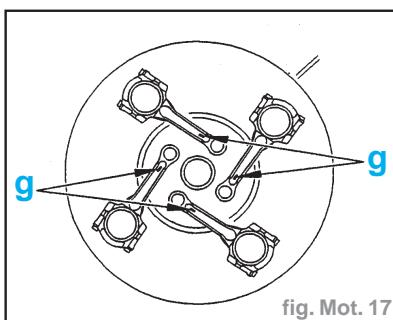

fig. Mot. 17
- Placer un morceau de soudure à l'étain sur chaque pied de bielle "g" (fig. Mot. 17).